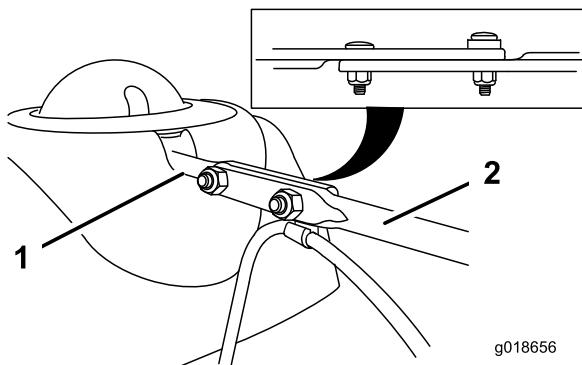

Figura 15
3. Allineate il lato posteriore piatto della lunga asta di comando del cammino di scarico con il lato anteriore piatto dell'asta corta che protrude dal quadro di comando, in modo che siano inseriti l'uno nell'altro (Figura 15).